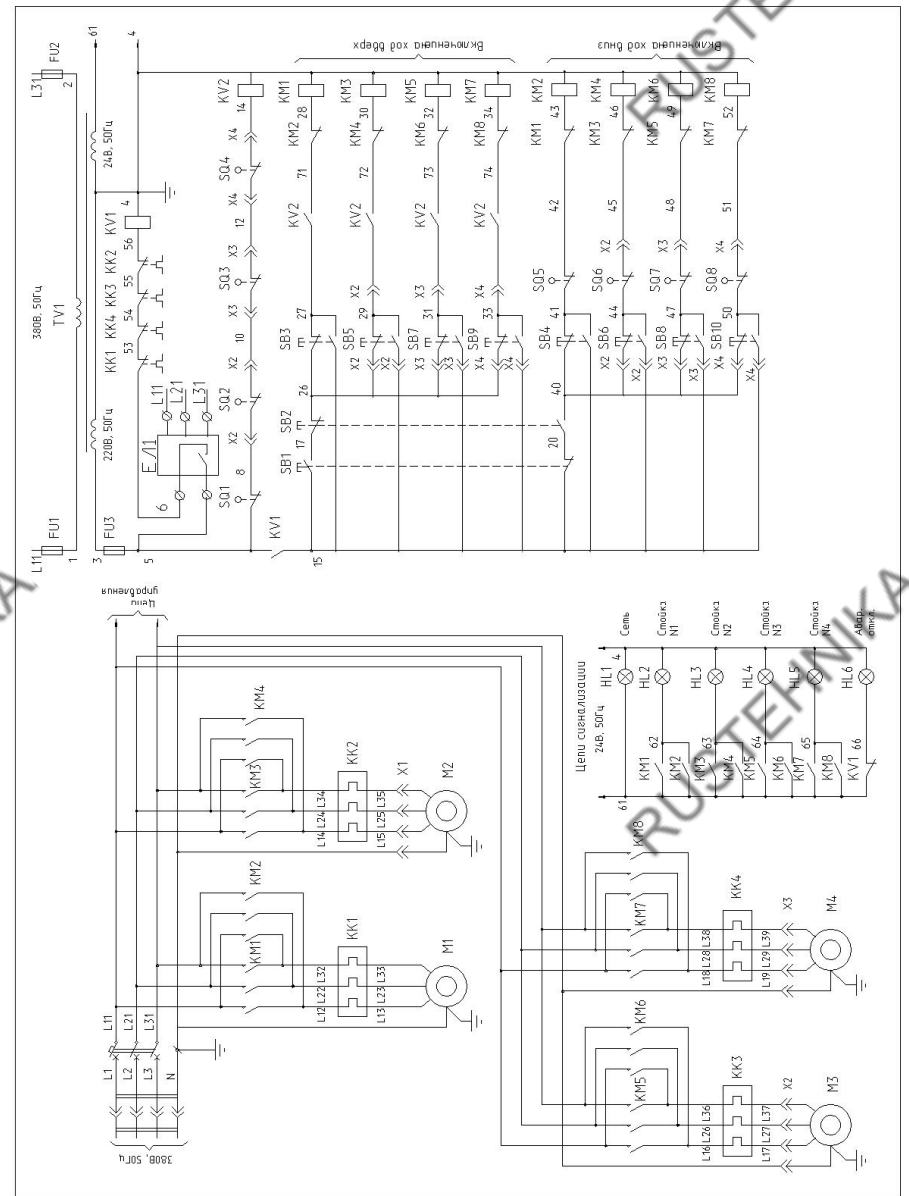

Рис. 3. Схема электрическая принципиальная подъемника ППТ-16
4.3. Описание работы схемы электрической (см. Рис. 3). Управление подъемником осуществляется со шкафа аппаратного, установленного на первой стойке.